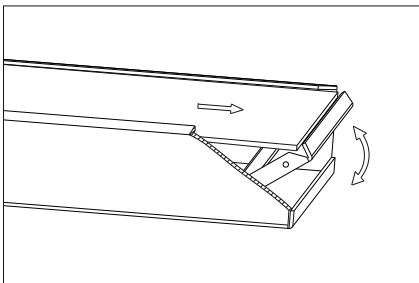

Рисунок 2
- на торце панели повернуть прижимную планку и по направляющим снять с панели рассеиватель (рисунок 2);